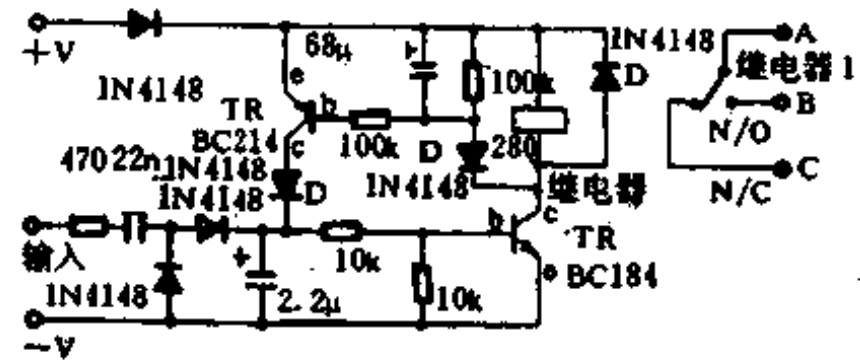

图 1-324
(3)驱动电路:图 1-324 是继电器驱动器电路图。由密码锁电路发出的输入交流信号经 R13 和 C8 耦合到二极管 D5 和 D6。这些二极管把输入信号整流后所得的输出使电容 C9 充电。